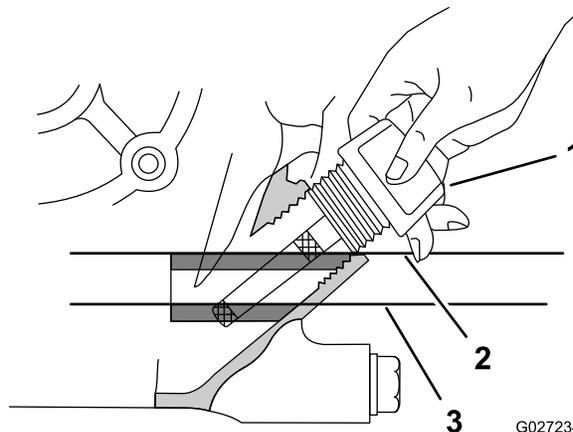

Figura 62
- Introduzca la varilla de aceite en el motor, según se muestra en Figura 62.